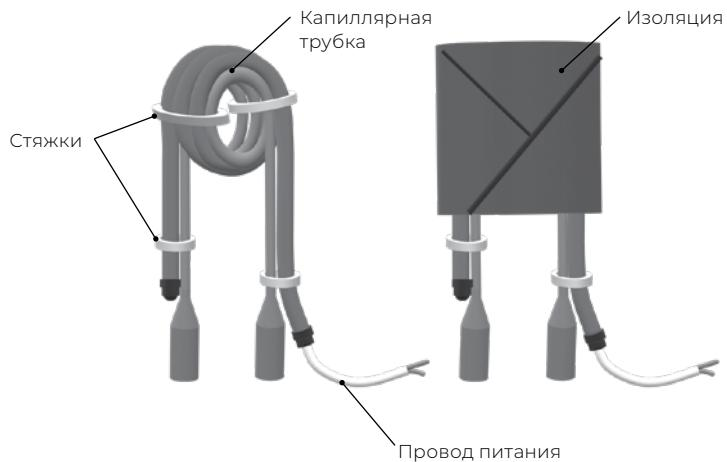

Рис. 9
- Монтаж осуществляется непосредственно на расширительное устройство – капиллярную трубку (как показано на рис. 9), либо дросселирующий элемент, в зависимости от конструктивных особенностей конкретной сплит-системы.
- При монтаже на капиллярную трубку, нагреватель оборачивается 2-3 раза вокруг капиллярной трубы, как показано на рис. 9. Чем больше оборотов, тем эффективнее будет нагрев.